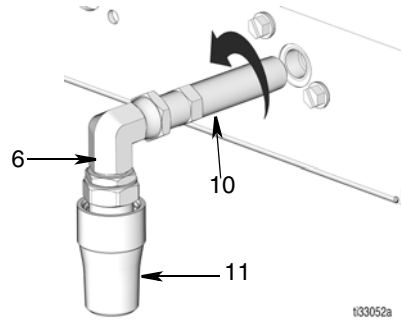

FIG. 21
6. Desaparafuse o conjunto do adaptador do bocal (10, 6 e 11) da tubagem (1).
OBSERVAÇÃO: Não é necessário desmontar o adaptador do bocal (10), o joelho (6) e o bico articulado (11). É possível remover essas peças da tubagem como uma montagem única (FIG. 21).